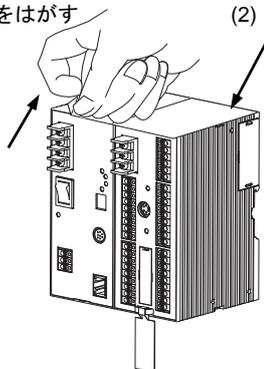

図13 保護シート
- (1) 誤って落とすことがないようにしてください。
- (2) 配線交換は、電源を切った状態(本製品の電源端子への配線が回路から切り離された状態)で行ってください。
- (3) 電源を投入する前に、結線が正しく行われているか十分に確認してください。
- (4) 電源投入後、正常に動作するまでには数十秒を要します。この際、一時的に重故障(ERR1)が表示(前面の赤色LEDが点灯)されますが、異常ではありません。
- (5) 空き端子には結線しないでください。
- (6) ファン発停には、必ず小勢力回路を使用してください。
- (7) インバータへの信号出力には、必ずシールド線をご使用ください。
- (8) H-MMI (形QY7211A)とPC-MMIを接続する場合は、D-SUBコネクタをミニDINコネクタに変換する、変換ケーブル(形83104995-001)が必要です。
- (9) 電源を投入する前に、上部に貼ってある保護シートをはがしてください。(図13参照)
- (10) H-MMI(形QY5111A)を接続する場合は、そのまま差し込んでください。